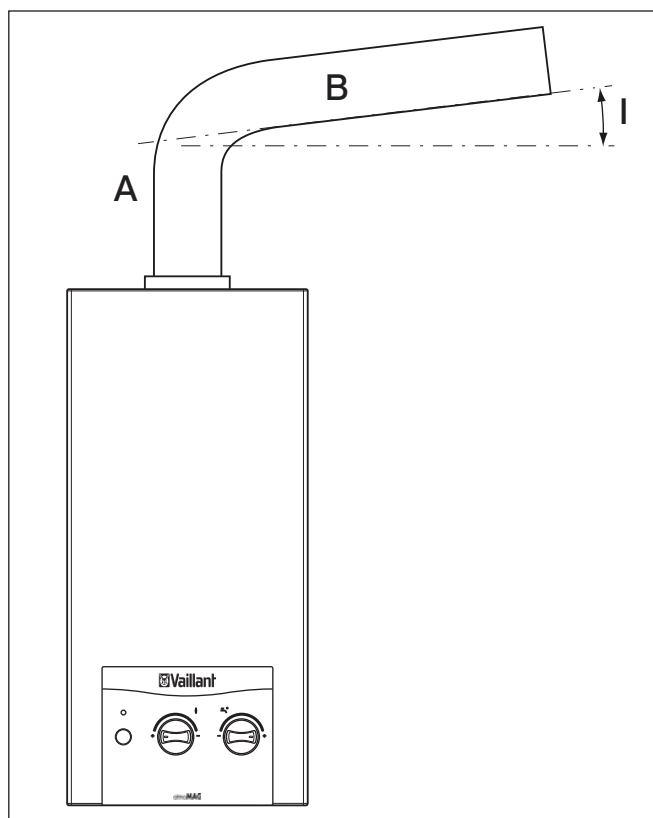

Fig. 4.2 Condução de evacuação
1. Seja instalada uma conduta de ligação vertical, imediatamente à saída do aparelho, de comprimento pelo menos igual a duas vezes o diâmetro da conduta. ("A" no desenho). Consulte a fig. 4.2.
Consulte a fig. 4.2.